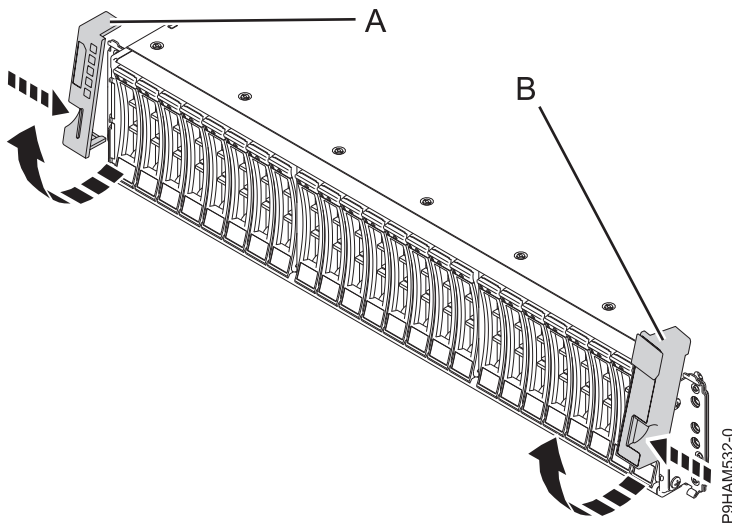

Abbildung 18. Seitenabdeckungen ausbauen
2. Bauen Sie die linke Seitenabdeckung (A) und die rechte Seitenabdeckung (B) aus, um die Halterungen freizugeben.
3. Drücken Sie die Entriegelung zusammen, um die Frontblende nach oben zu drehen und vom Chassisflansch zu entfernen, wie in Abb. 18 dargestellt.